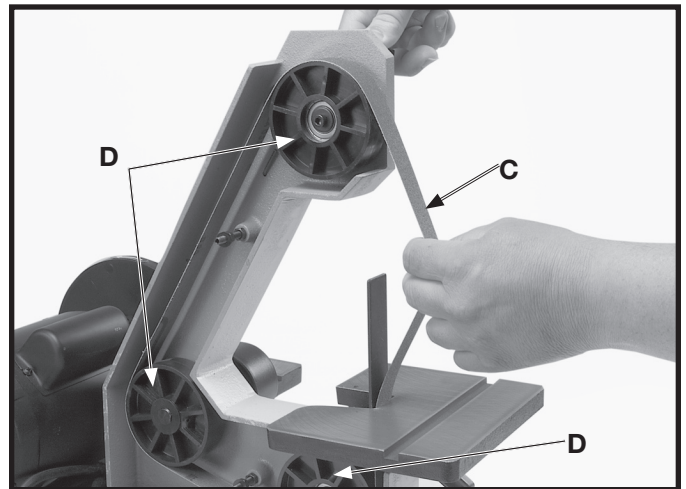

Fig. 32
3. Enfoncer le bouton d'alignement pour relâcher la tension de la courroie et retirer la courroie (C) fig. 32, des trois poulies (D) comme indiqué.